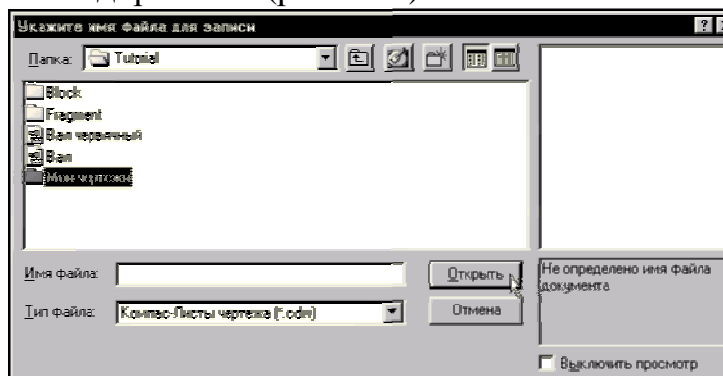

Рис. 1.7.
5. Введіть з клавіатури нове ім'я папки **Мої креслення**, натисніть клавішу <Enter> для завершення перейменування папки. Клацанням на кнопці **Відкрити** відкрийте її (рис. 1.7.).